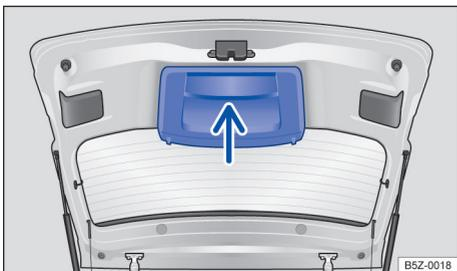

Fig. 51 Tampa traseira aberta: rebaixo para puxar.
- Segurar no rebaixo do revestimento interno da tampa traseira → Fig. 51 (seta).